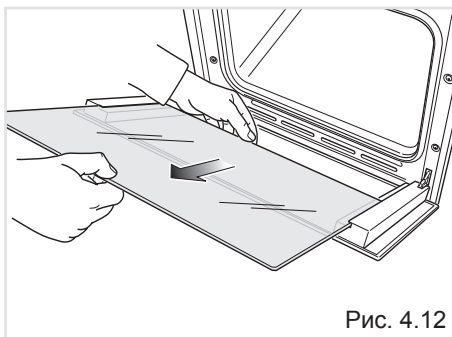

Рис. 4.12
- Аккуратно снимите внутреннее стекло (рис. 4.12) и вымойте его, используя подходящие для этой цели средства.